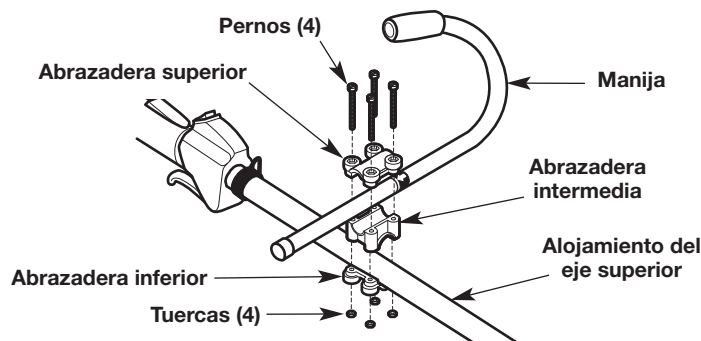

Fig. 4
1. Coloque la manija entre la abrazadera superior y la intermedia (Fig. 4). Si es necesario, rote o voltee la abrazadera intermedia hasta que los orificios de la abrazadera superior y de la abrazadera intermedia se alineen.
2. Coloque las abrazaderas y la manija por encima del alojamiento del eje superior y sobre la abrazadera inferior (Fig. 4).
NOTA: Asegúrese de que la parte curva de la manija se encuentre a la izquierda del operador (Fig. 4).
3. Mientras sujeta las partes juntas, inserte los pernos (4) en los orificios alineados (Fig. 4).
4. Atornille una tuerca en el extremo de un perno, pero solo ligeramente. Empuje la tuerca dentro del embutimiento hexagonal de la abrazadera inferior. Sostenga la tuerca en su lugar con un dedo para mantenerla en el embutimiento. Apriete el perno con un destornillador Phillips, pero no lo apriete completamente (Fig. 4). Repita este paso con cada tuerca y perno.
1. Afloje los pernos (4) ligeramente con un destornillador Phillips (Fig. 4).